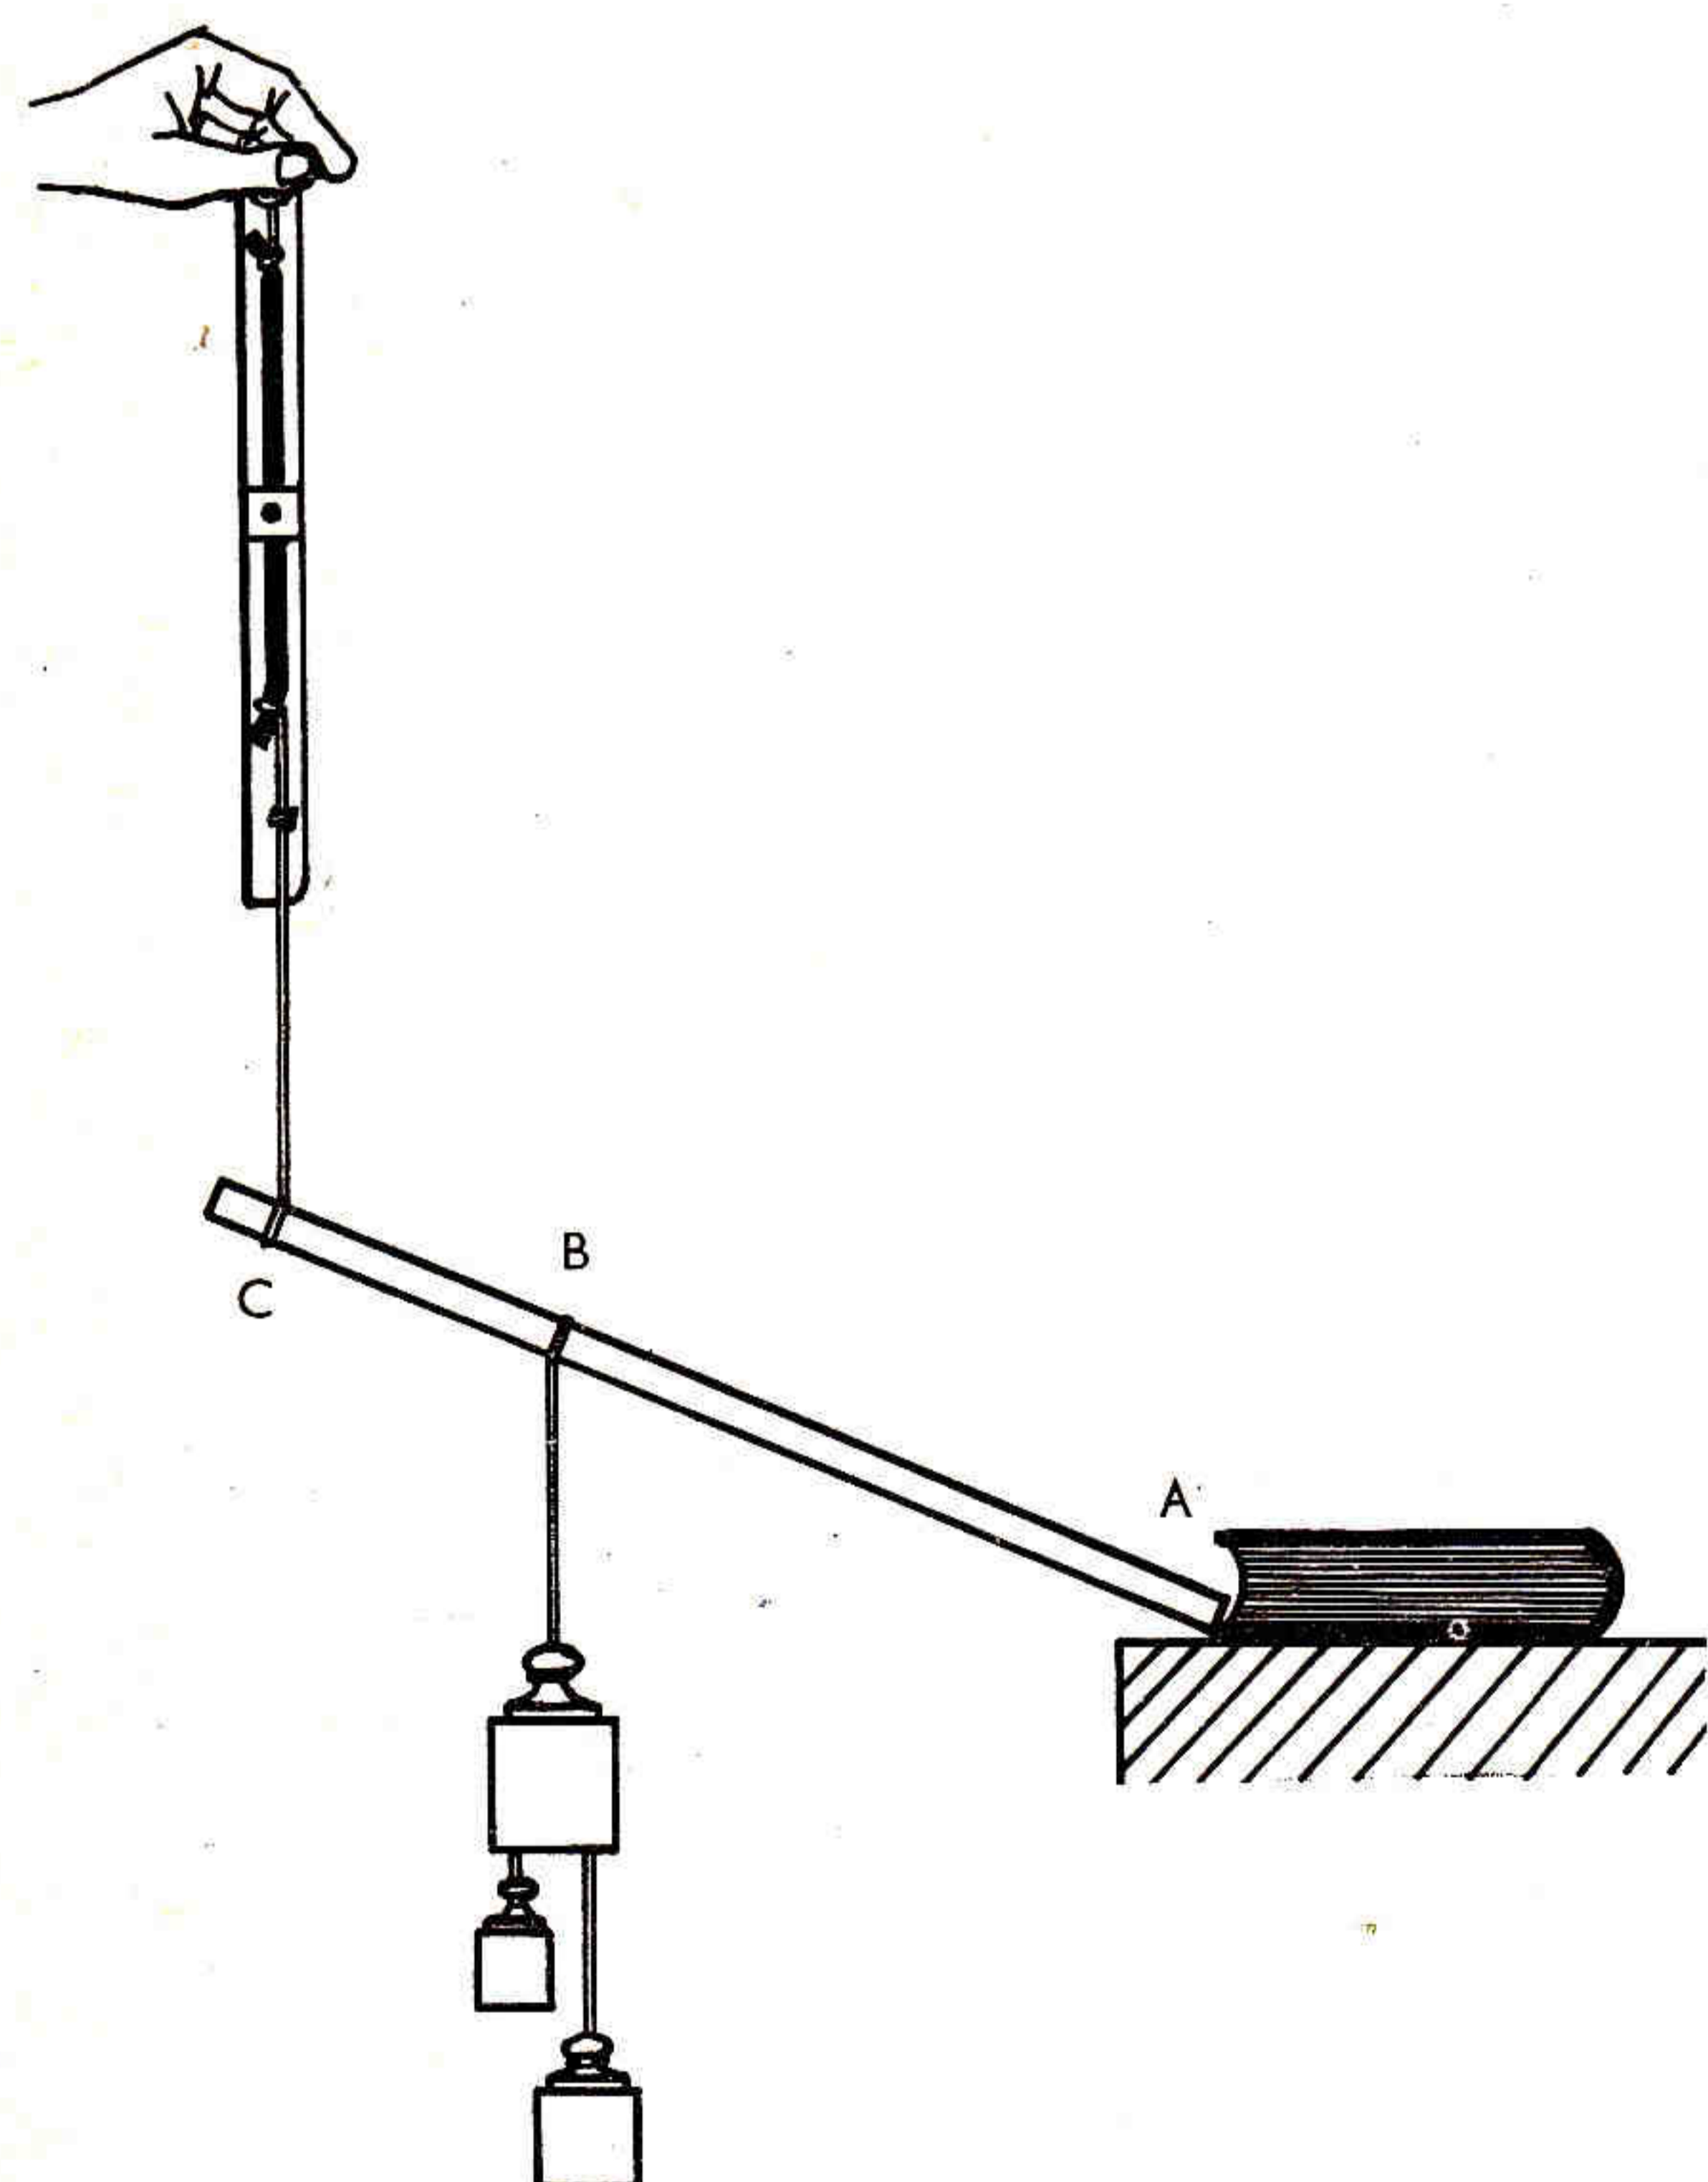

Figure 1. — Montage à préparer.
Le montage étant placé comme indiqué sur la figure 1, et le dynamomètre s'étant immobilisé, relevez l'intensité de la force qui s'exerce sur ce dynamomètre en tenant compte de la division de la graduation la plus proche du nœud et après vous être placé de manière à éviter les erreurs de lecture dues à la parallaxe : vous obtenez ainsi cette mesure à une division près (voir la remarque A. de la fiche préliminaire).
**D'après la définition donnée ci-dessus, quel segment (limité par deux points) correspond (voir figure 1):**